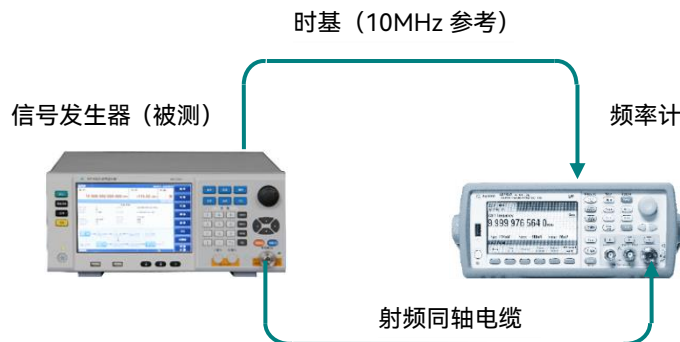

图 8.2 频率分辨率的测试
- 1) 按图 8.2 连接设备, 开机预热至少 30min。